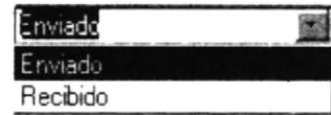

Figura 3.24 Elija Estado
- ELIJA ESTADO: Aquí damos clic en el combo y se elige la calificación. (Ver figura 3.24)